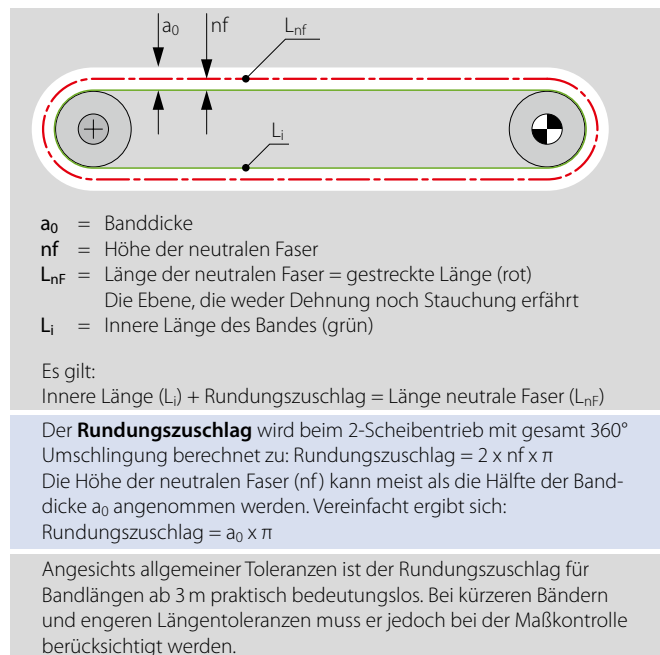

Abb. 1
Jede Längenangabe eines endlosen Transportbandes auf Auftragsdokumenten und Ersatzteilkarten bezieht sich auf seine sogenannten „innere Länge“ (L_i) in ungespanntem Zustand. Dieser Wert ist nicht identisch mit der Länge der sogenannten „neutralen Faser“! Als Bestell-Länge wird ausschließlich L_i verwendet. (Zum Zusammenhang dieser beiden Werte siehe Abb. 1)
* Rundungszuschlag siehe Erläuterung zu Abb.1